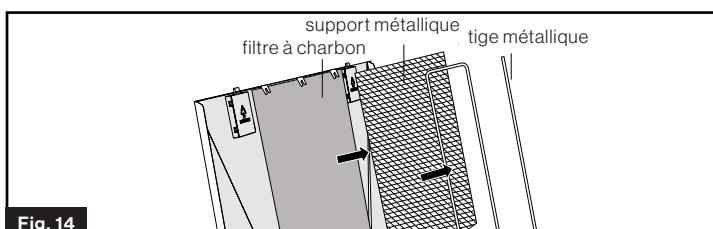

Fig. 14
4. Séparez la tige métallique, le support métallique et le filtre à charbon du couvercle. (Fig. 14)